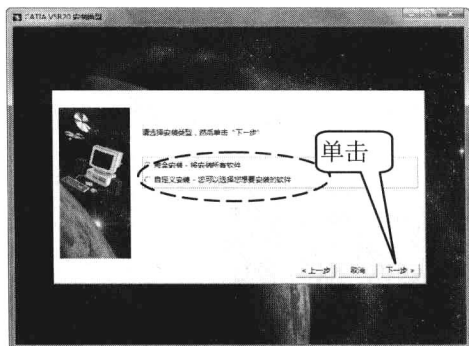

图 1-7
5. 单击“选择环境位置”对话框中的 **下一步>** 按钮, 弹出“安装类型”对话框, 如图 1-7 所示。